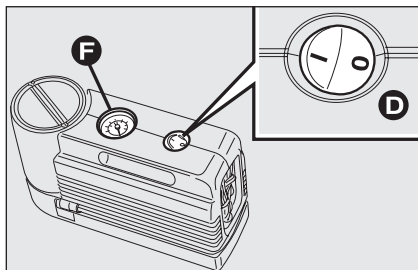
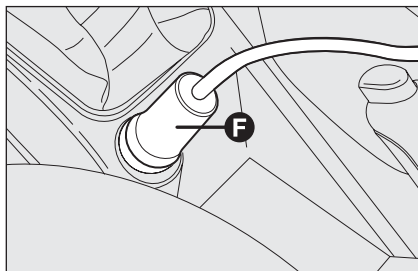

fig. 10
fig. 11
- s'assurer que l'interrupteur **D-fig. 10** du compresseur est sur la position **0** (éteint), démarrer le moteur, introduire la prise **E-fig. 11** dans la prise de courant la plus proche et mettre en route le compresseur en amenant l'interrupteur **D-fig. 10** sur la position **I** (allumé). Gonfler le pneu à la pression prescrite au paragraphe "Pression de gonflage" du chapitre "Caractéristiques Techniques".
Pour obtenir une lecture plus précise, il est conseillé de vérifier la valeur de la pression sur le manomètre **F-fig. 10** avec le compresseur éteint;